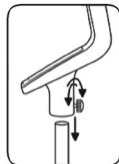

рис. 3
- Не до конца выкрутите фиксатор вентилятора (12), поворачивая его против часовой стрелки (рис. 3).
- Установите корпус вентилятора (11) на стойку (2), закрутите фиксатор вентилятора (12), поворачивая его по часовой стрелке. Не применяйте чрезмерного усилия при закручивании фиксатора (12) (рис. 3).